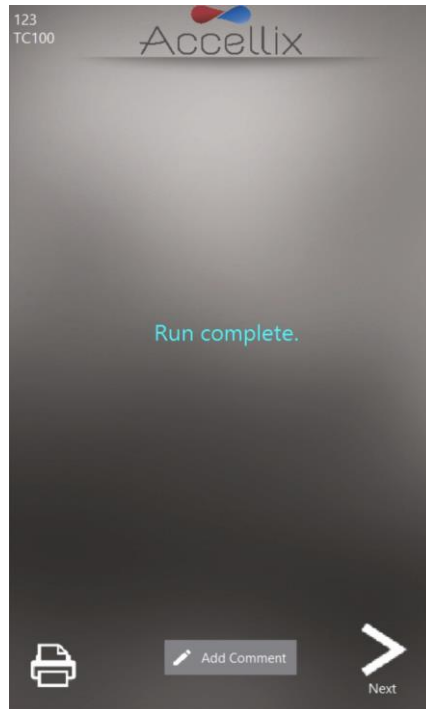
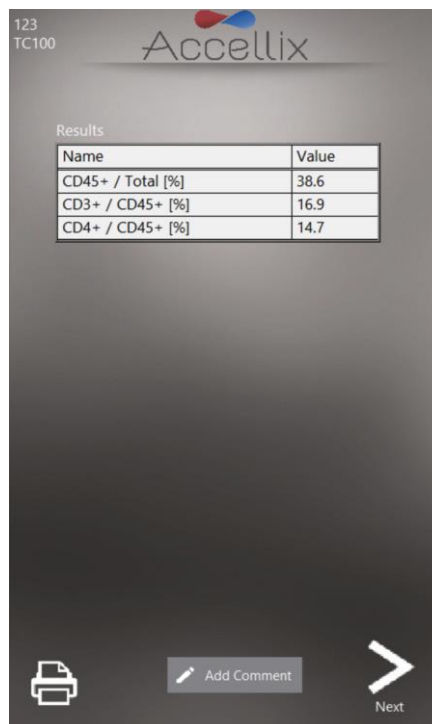

Abbildung 41: Beispiel für den Bildschirm „Run Complete“ (Ausführung abgeschlossen)
Abbildung 42: Beispiel für den Ergebnisbericht auf dem Bildschirm
Die folgenden beiden Bildschirme sind Beispiele für mögliche Ergebnisanzeigen (Abbildung 41 und Abbildung 42):
- a. Bei einem Assay, der einen Ergebnisbericht auf dem Bildschirm generiert, z. B. T Cell RTF (L) Assay, wird zu diesem Zeitpunkt der Bildschirm **Results** (Ergebnisse) angezeigt. Weitere Informationen finden Sie im Bericht **Results** (Ergebnisse) auf dem Bildschirm in Abbildung 42.